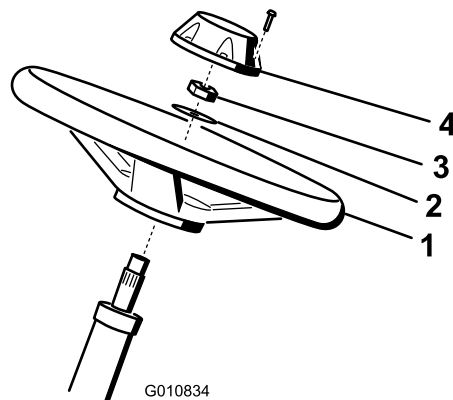

Figure 4
1. Glissez le volant sur l'arbre de direction (Figure 4).
2. Glissez la rondelle sur l'arbre de direction (Figure 4).
3. Fixez le volant sur l'arbre avec un écrou de blocage serré à un couple de 27 à 35 Nm (Figure 4).
- Fixez le couvercle-moyeu au volant avec une vis (Figure 4).